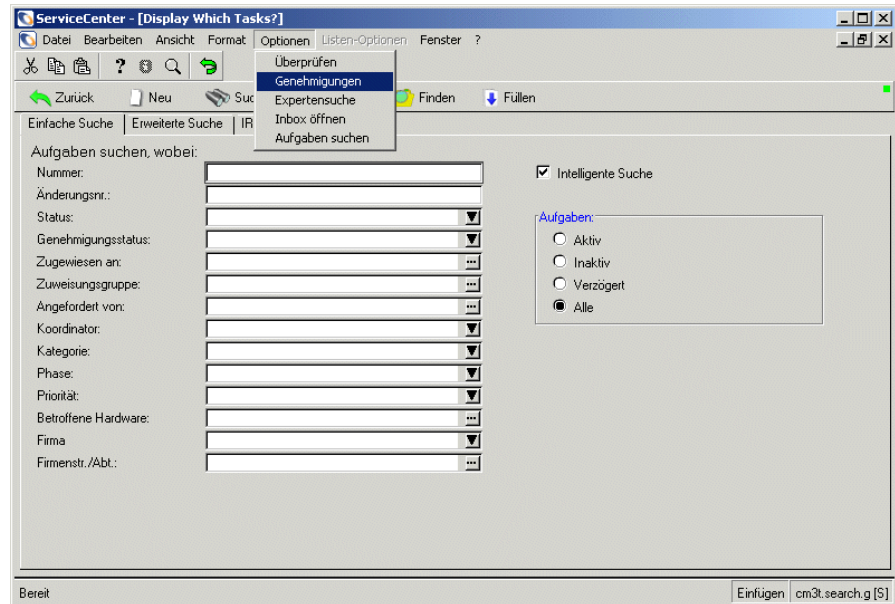

Abbildung 10-71: Auf Genehmigungen in einem Änderungs-Suchformular zugreifen
- 1 Klicken Sie im Register Änderungen des Menüs Change Management auf **Änderungen suchen**. Abbildung 10-71 zeigt ein leeres Suchformular für Änderungen.